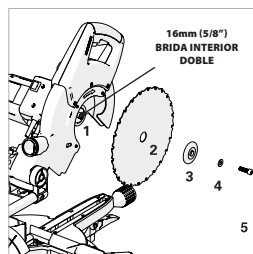

Fig. 40g
- Monte el nuevo disco (**Fig. 40g**). Asegúrese de que la flecha indicadora de sentido de giro del disco coincide con la flecha que indica el giro a favor de las agujas del reloj en el protector superior.